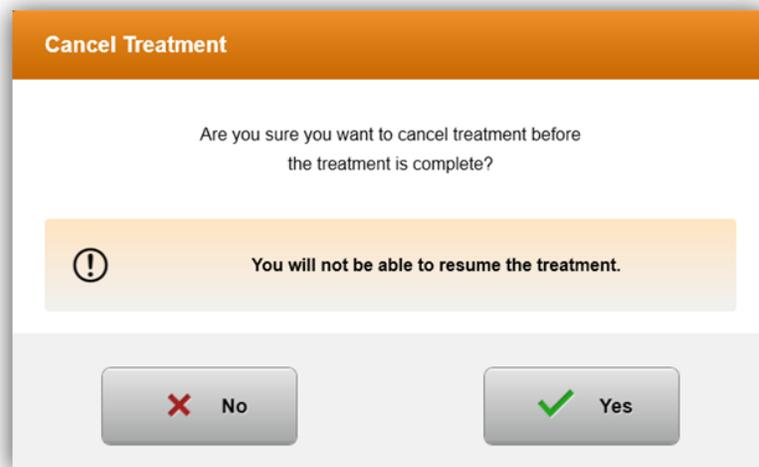

Figure 3-29. Confirmer Annuler le traitement partiel
- Une fenêtre contextuelle d'avertissement apparaîtra lorsque « Cancel treatment » est sélectionné au milieu d'un traitement, comme illustré à la figure 3-29.